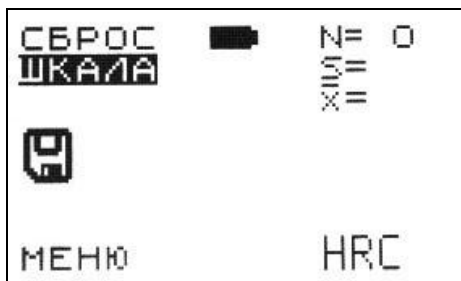

Рис.1
7.2 Включить прибор нажатием клавиши "ВКЛ/ВЫКЛ" (См. Рис.20) на лицевой панели прибора. Вид экрана представлен на Рис. 1